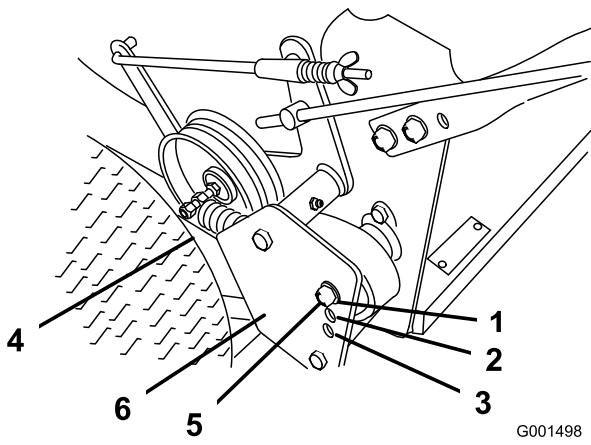

Figure 10
4. Décrochez le ressort d' entraînement du boulon de réglage (Figure 10).
5. Enlevez le contre-écrou de fixation du boulon de réglage à la protection de la poulie d'entraînement (Figure 10).